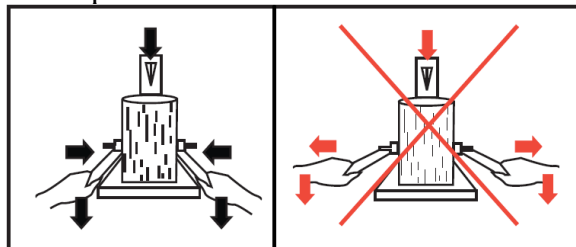

Fig.13
4. Azionare contemporaneamente le due leve di comando per iniziare la spaccatura (Fig.13).